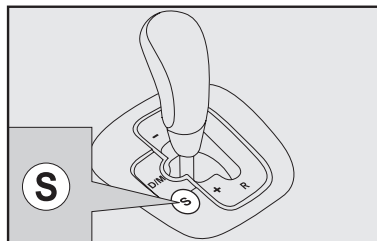

fig. 11
A inserção da função Sport é feita por meio do botão (S), localizado ao lado da alavanca de mudanças do sistema Dualogic® **fig. 11**. Após ter ativado tal função, o display irá exibir a marcha inserida e o caractere **S** próximo ao número da marcha